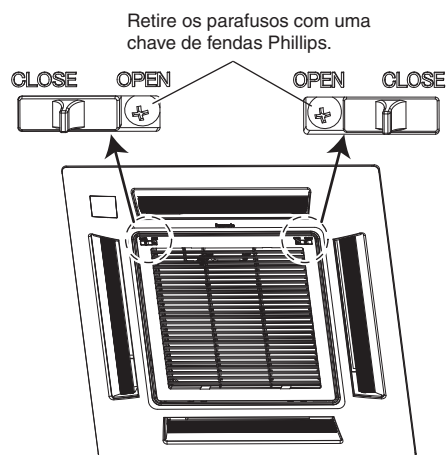

Fig. 7-1
- (1) Retire a grade de admissão de ar e o filtro de ar do painel decorativo.
- a) Retire os 2 parafusos no fecho da grade de admissão de ar. (Fig. 7-1) (Reinstale a grade de admissão de ar após a instalação do painel decorativo.)